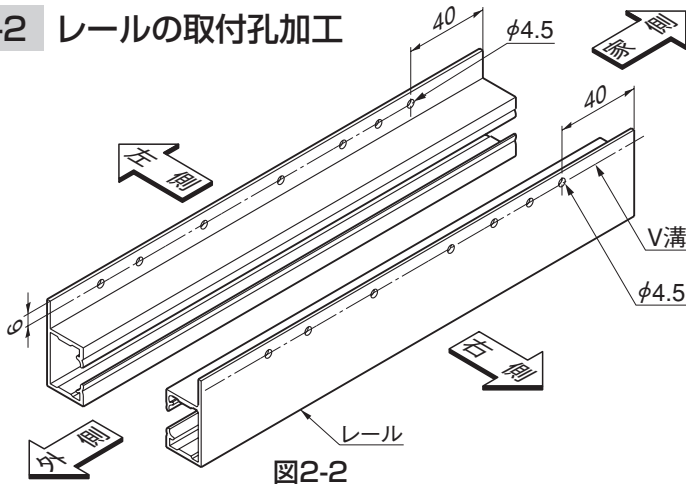

図2-2
- ① 図2-2のとおり家側端から40mm、及び表2-2を参照して、レールに同じ間隔で、V溝にφ4.5の孔をあけてください。